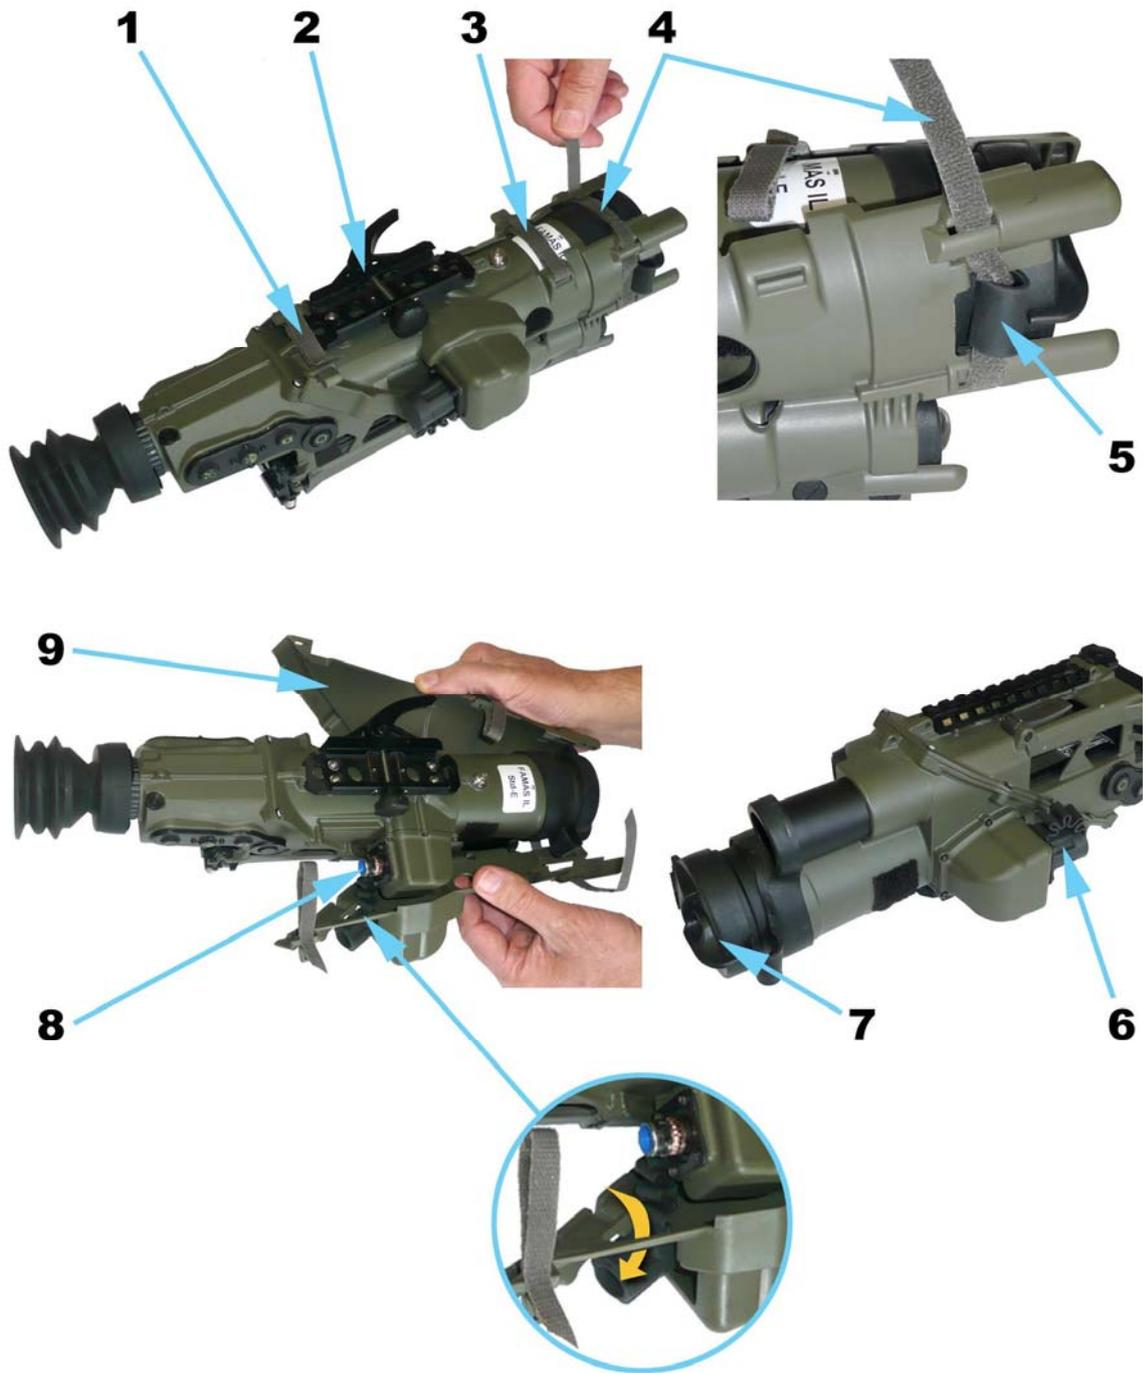

Fig. 1 : Dépose/pose de la GAP
<p>1. DÉPOSE DE LA GAINÉ AMOVIBLE DE PROTECTION (GAP) (CF FIG. 1)</p> <ul style="list-style-type: none"> - Poser la lunette sur une surface plane, l'interface fixation (2) vers le haut. - Détacher les trois brides auto-agrippantes (1, 3 et 4). - Si la bride auto-agrippante (4) située à l'avant a été passée sous l'attache du cache optique (5), dégager la complètement. - Retirer le bouchon (6) du connecteur (8). - Ouvrir doucement la GAP (9) et passer le bouchon (6) du connecteur (8) par l'ouverture de la GAP - Retirer la lunette de la GAP. - Replacer le bouchon (6) du connecteur (8). - Vérifier que le cache optique (7) est toujours en place. <p>2. POSE DE LA GAINÉ AMOVIBLE DE PROTECTION (GAP) (CF. FIG. 1)</p> <ul style="list-style-type: none"> - Retirer le bouchon (6) du connecteur (8). - Ouvrir la GAP (9). - Placer la lunette dans la GAP, l'interface fixation (2) vers le haut. - Passer le bouchon (6) du connecteur (8) dans l'ouverture de la GAP. - Rabattre les deux parties de la GAP (9) sur la lunette. - Fixer dans l'ordre suivant les trois brides auto-agrippantes (3), (4) et (1). - Ajuster la GAP sur la lunette puis serrer les trois brides de fixation (1, 3 et 4), bien rabattre la partie agrippante de la bride sur l'autre partie afin de ne pas laisser de brins libres. - Vérifier que le cache optique (7) peut être facilement retiré, puis replacer le sur l'optique.